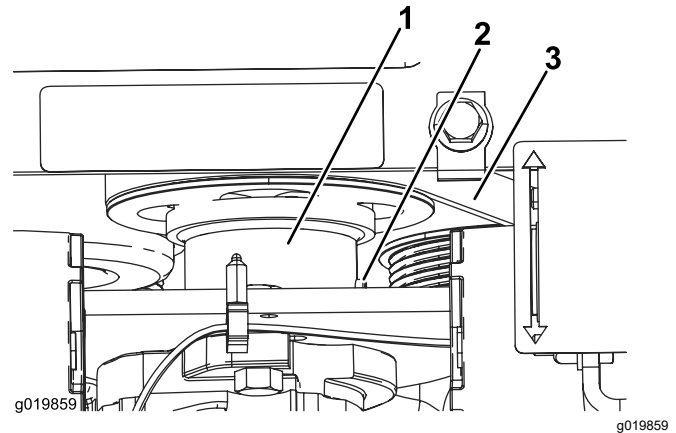

Figure 52
5. Desserrez la vis sur le coupleur d'entraînement de la pompe à engrenages (Figure 52).